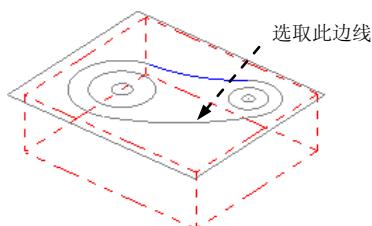
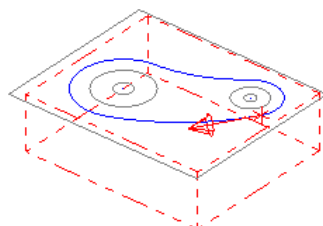

图 4.8.18 选取区域
图 4.8.19 定义区域
Step2. 设置加工区域。在图形区中选取图 4.8.18 所示的边线，系统自动选取图 4.8.19 所示的边链，单击 按钮，完成加工区域的设置，同时系统弹出“2D 刀路-外形”对话框。